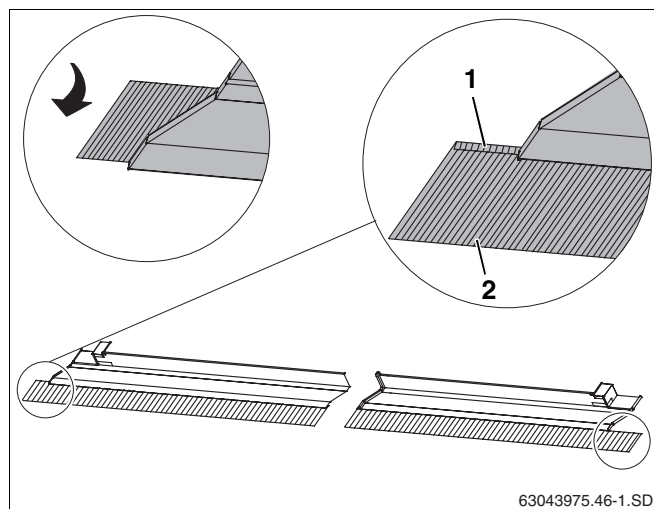

Рис. 43 Укладка свинцовых фартуков
- Уложить свинцовые фартуки всех накладных листов выступом вперед (рис. 43, поз. 2).
- Концы крайних накладных листов вверх (рис. 43, поз. 1) также уложить с выступом вперед.